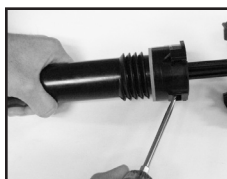
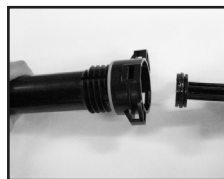

Figura 2
Figura 3
2. Para desmontar la tapa de la bomba del cilindro de la bomba, empuje las lengüetas en ambos lados del cilindro de la bomba que traban el cilindro a la tapa con un destornillador plano (Vea la Figura 2) y levante la tapa de la bomba. Después que las lengüetas sean separadas, la tapa de la bomba y la asa pueden ser retiradas del cilindro de la bomba. (Vea la Figura 3)